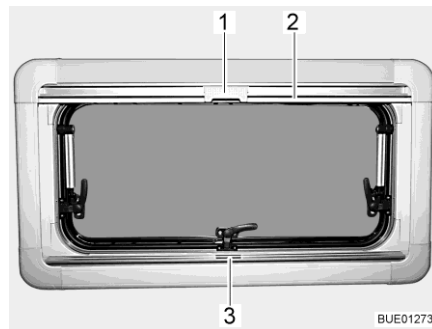
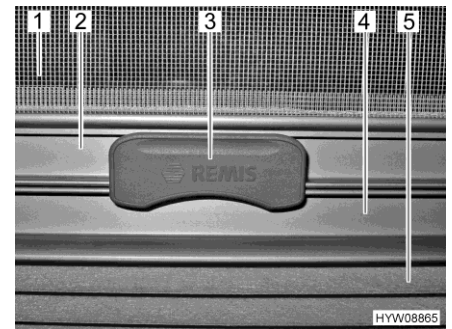

Fig. 24 Finestra apribile
Fig. 25 Aggancio
La tendina oscurante pieghevole (Fig. 25,5) è montata nella cassetta inferiore.
- Afferrare la tendina oscurante pieghevole per la parte centrale della barra di presa (Fig. 24,3 e Fig. 25,4), tirarla dal basso verso l'alto e rilasciarla nella posizione desiderata. La tendina oscurante pieghevole rimane in questa posizione.
La zanzariera a rullo (Fig. 25,1) è montata nella cassetta superiore.
- Tirare la zanzariera a rullo accompagnandola con la barra di presa (Fig. 24,2 e Fig. 25,2) verso il basso, fino a quando la barra di presa non arriva a contatto con la tendina oscurante pieghevole (Fig. 25,4).
- Bloccare l'aggancio (Fig. 24,1 e Fig. 25,3) della zanzariera a rullo nella barra di presa della tendina oscurante pieghevole. Se l'aggancio risulta bloccato, la tendina oscurante pieghevole e la zanzariera a rullo possono essere spostate insieme.
- Premere in alto l'aggancio (Fig. 25,3) sulla zanzariera a rullo.
- Ricondurre lentamente la zanzariera a rullo accompagnandola con la barra di presa (Fig. 24,2).